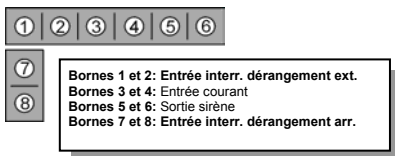

Figure 2 : Connexions câblage
4. Branchez un transformateur 500mA, 12VDC ou 9VAC, aux bornes 3 et 4 du bornier principal (la polarité n'est pas importante) – voir Figure 2.
18. Branchez le transformateur au bornier principal puis la batterie de secours au Connecteur Batterie. – voir la Figure 2 pour des informations supplémentaires concernant les connexions du câblage.